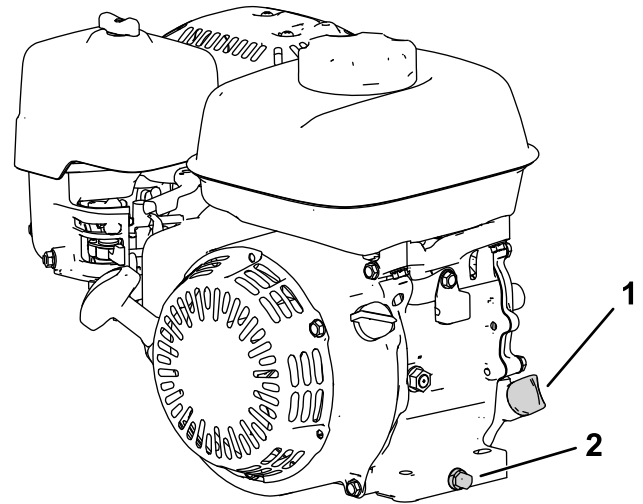

Figura 29
2. Posizionate la macchina in modo che il motore sia in piano e pulite l'area attorno al tubo di riabbocco dell'olio (Figura 29).
- Rimuovete il tappo di spurgo, la rondella e l'asta (Figura 29).